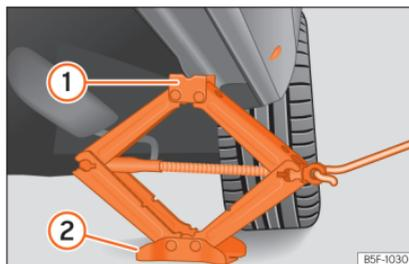

Abb. 79 Längsholm: Wagenheber ansetzen.
- Drehen Sie den Wagenheber* unter dem Aufnahmepunkt des Längsträgers so weit hoch, bis sich die Nase ① »» Abb. 79 unter der vorgesehenen Einführung befindet.
- Richten Sie den Wagenheber* so aus, dass sein Aufnahmehorn ① in die dafür vorgesehene Aufnahme am Längsträger „greift“ und die bewegliche Grundplatte ② plan auf dem Boden aufliegt. Die Bodenplatte ② muss sich dabei senkrecht unter dem Aufnahmepunkt ① befinden.